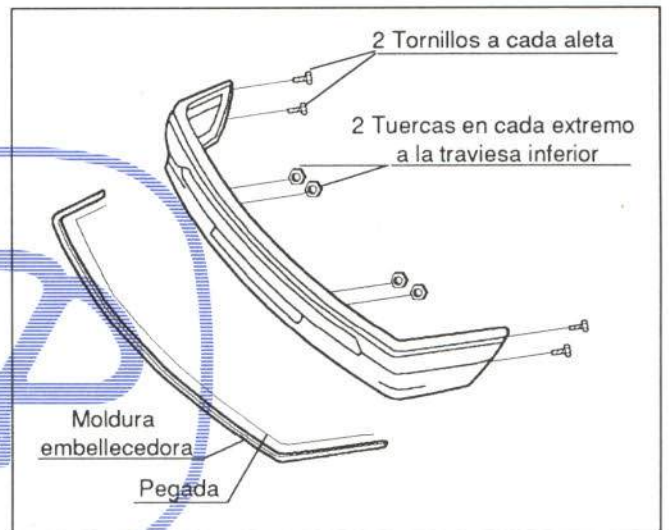

Figura 16.- Fijación del paragolpes
En la figura 16 se detalla la unión de este elemento.
- Paragolpes (figura 16)
- Paragolpes delantero (figura 16).